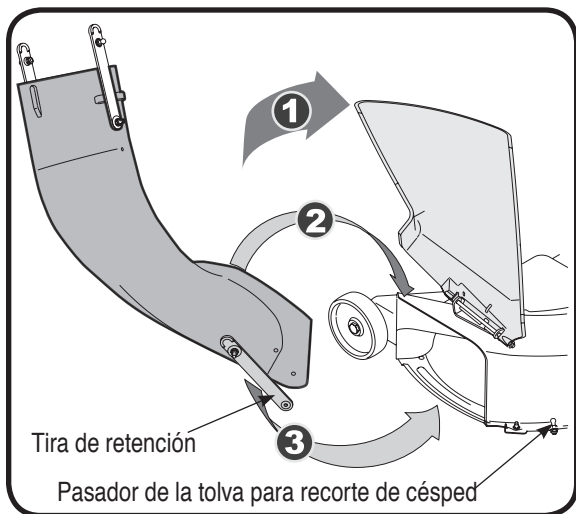

Figura 24
4. Empuje hacia abajo sobre el canal de descarga de modo que el borde inferior delantero se enrolle alrededor de la parte inferior de la plataforma, luego deslice el canal hacia adelante hacia el tope en la plataforma. Vea la Figura 24.
5. Trabe el canal de descarga en posición engan- chando la tira de retención por encima del pasador de la tolva para recorte de césped de la plataforma. Vea la Figura 24.